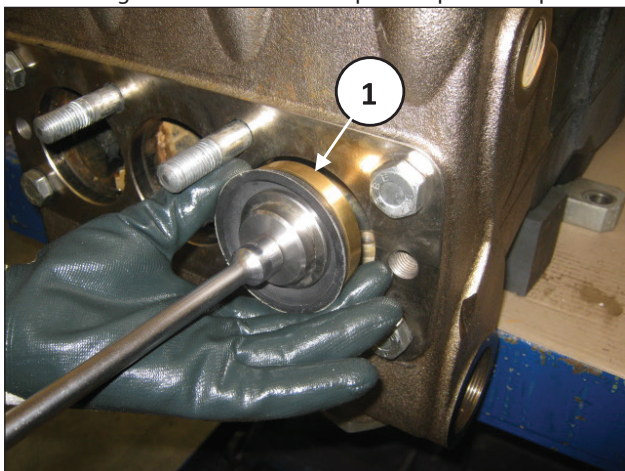

Fig. 135
À l'aide d'une clé en T, placer l'empilage de joint de piston dans le cylindre (rep. ①, Fig. 135) avec le groupe entretoise de piston au PMH, en prenant garde de ne pas détériorer la lèvre d'étanchéité.